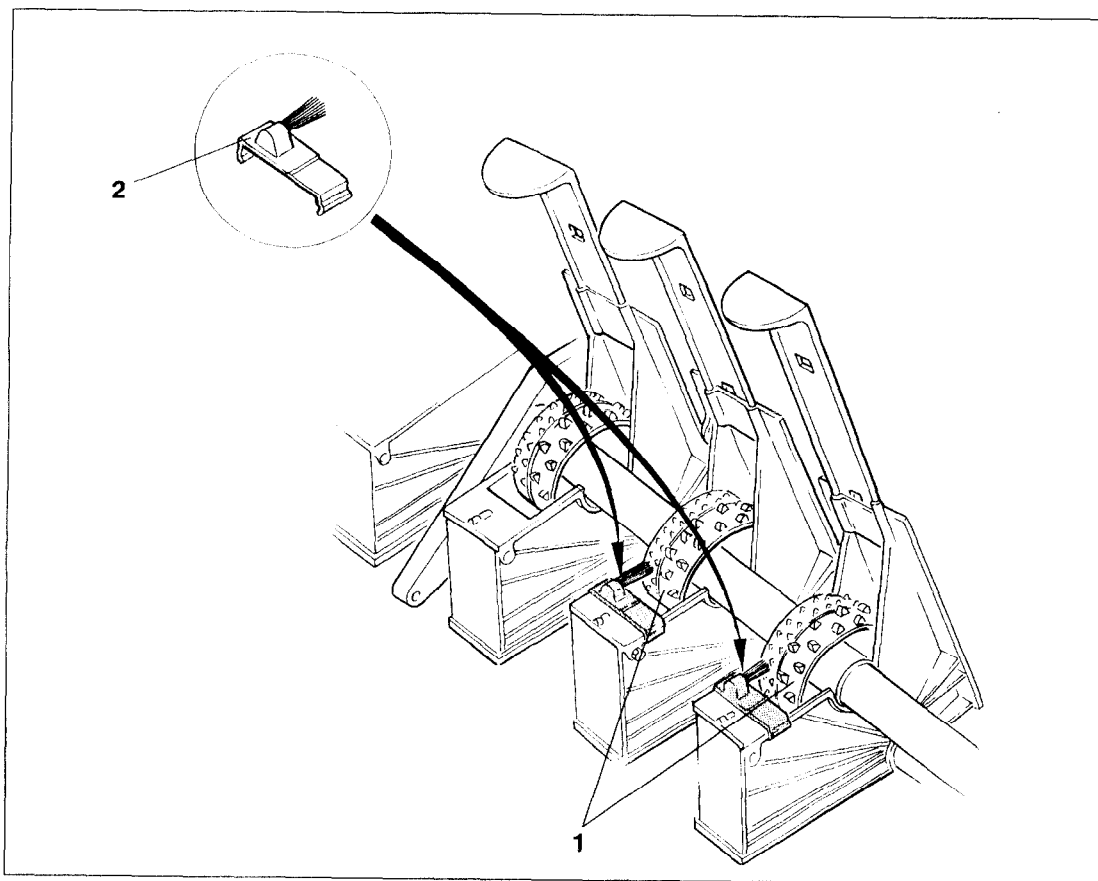

Fig. 13.13
- **Repérez les nouvelles** roues de jalonnage (fig. 13.13/1), en plaçant les peignes fins (fig. 13.13/2) sur les carters de distribution correspondant à la nouvelle voie non ensemencée. Pour le marquage d'une voie non ensemencée, il est possible de débrayer jusqu'à trois roues distributrices et dans les cas exceptionnels jusqu'à quatre, voire cinq roues distributrices.